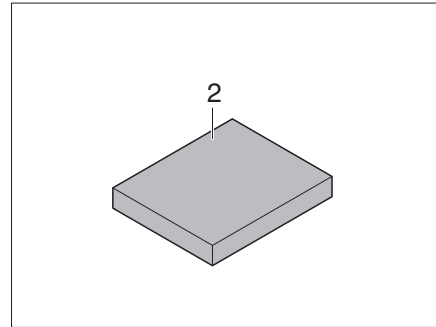

Bild 173 Extradyna
- Lägg extradynan (Bild 173,2) i mitten på bordet.